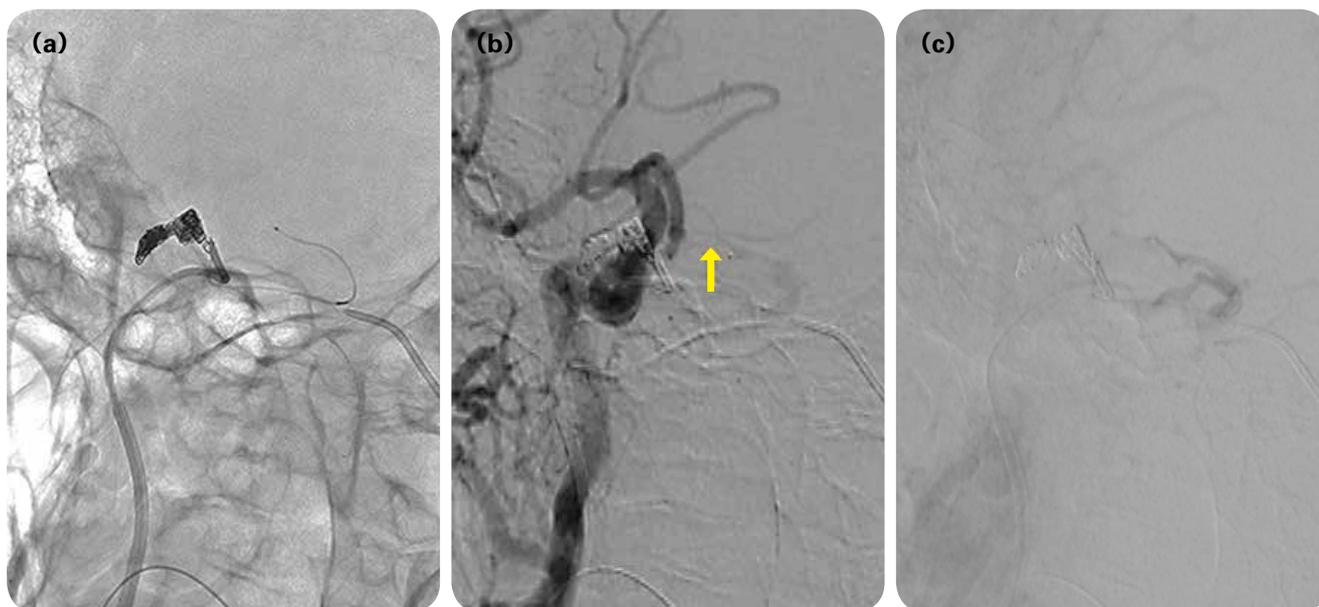

Fig.3:治療中画像(1)
全身麻酔下に両側内頸静脈を穿刺し、経静脈的アプローチを試みたが患側(左)の下錐体静脈洞(IPS)から左CSへは到達できなかった。そのため右IPSからintercavernous sinusを経由して左CS内にExcelsior SL-10® Microcatheterを到達させ、CSの壁に沿うように後方に誘導し、最終的にpouch (B)を経由してsegment (A)にまで到達することができた (Fig.3)。